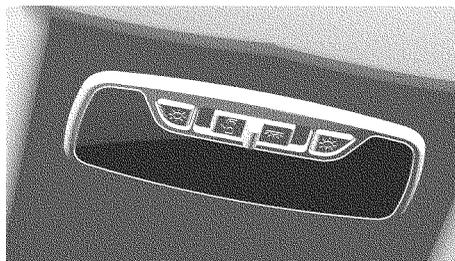

Рис. 9.51. Блок штурманских ламп
**Блок штурманских ламп и плафон освещения салона** (рис. 9.51) установлены на обивке крыши салона. При выходе из строя источников света подлежат замене.